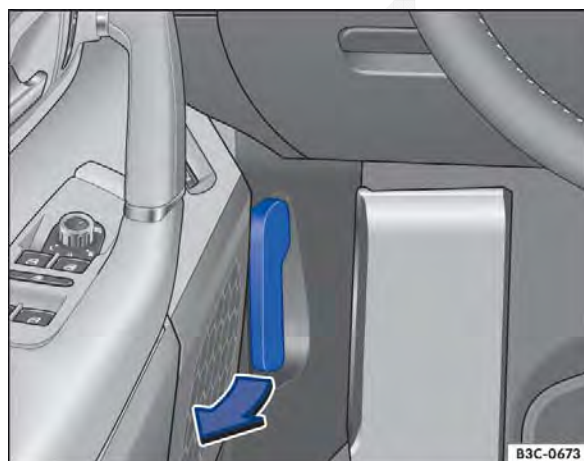

Fig. 195 Na área para os pés no lado do condutor: alavanca de destravamento da tampa do compartimento do motor.
- Abrir a porta do condutor e puxar a alavanca de destravamento no sentido da seta ⇒ Fig. 195. A tampa do compartimento do motor salta para fora do travamento do fecho pela pressão da mola ⇒ .